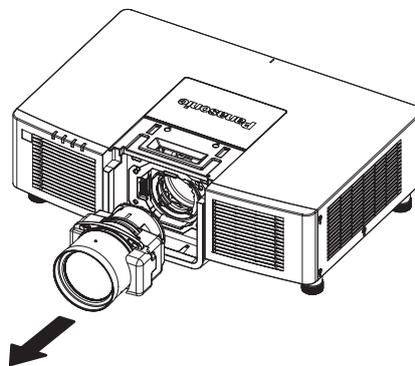

Abb. 4
- 4) **Richten Sie die Markierung am Projektionsobjektiv (rot) an der vorstehenden Markierung am Projektor aus und setzen Sie das Projektionsobjektiv vollständig ein. (Abb. 4)**
- 4) **Nehmen Sie das Projektionsobjektiv ab. (Abb. 4)**